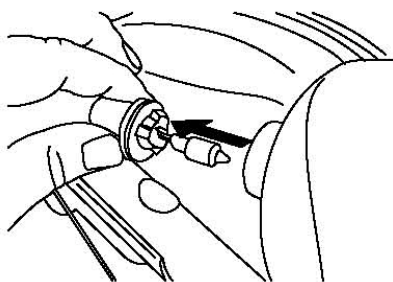

Рисунок 59.
3. Вытащите лампу из задней части фары. (Рис. 59)